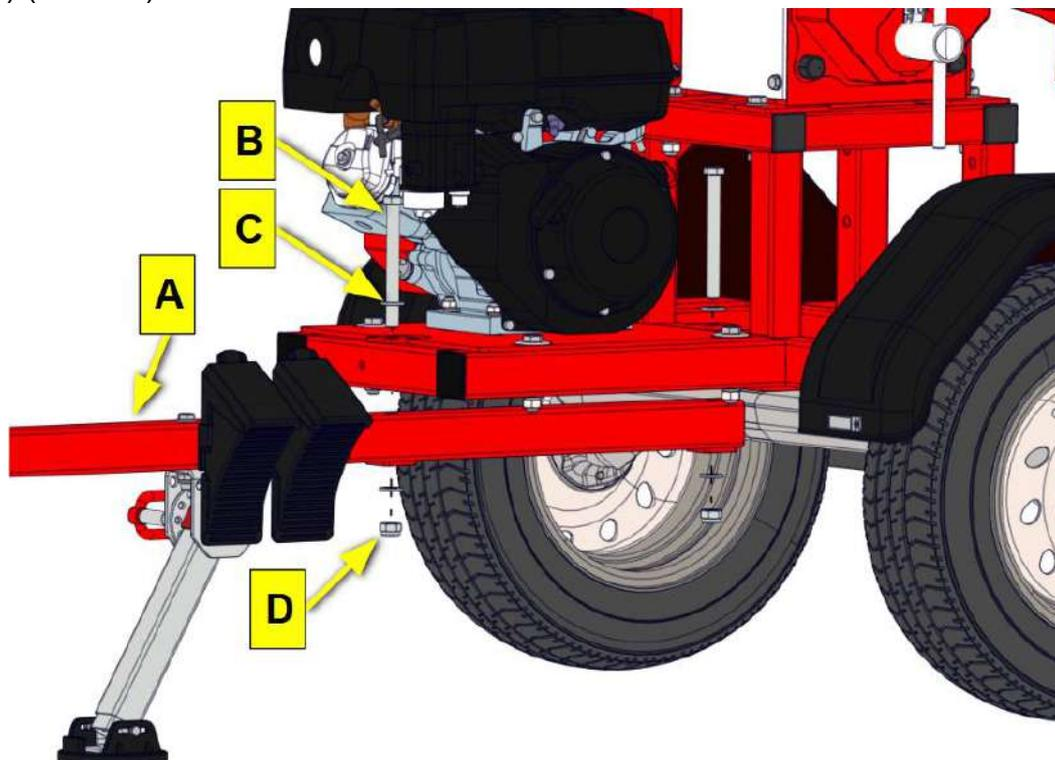

Рисунок 18. Встановлення дишла в зборі
- Розмістіть дишло в зборі (A) до рами, вирівняйте їх відносно неї;
- Зафіксуйте дишло (A) за допомогою 2-х болтів M16x180(B), 4-х шайб M16 (C) та 4-х гайок M16 (D) (Рис. 18).